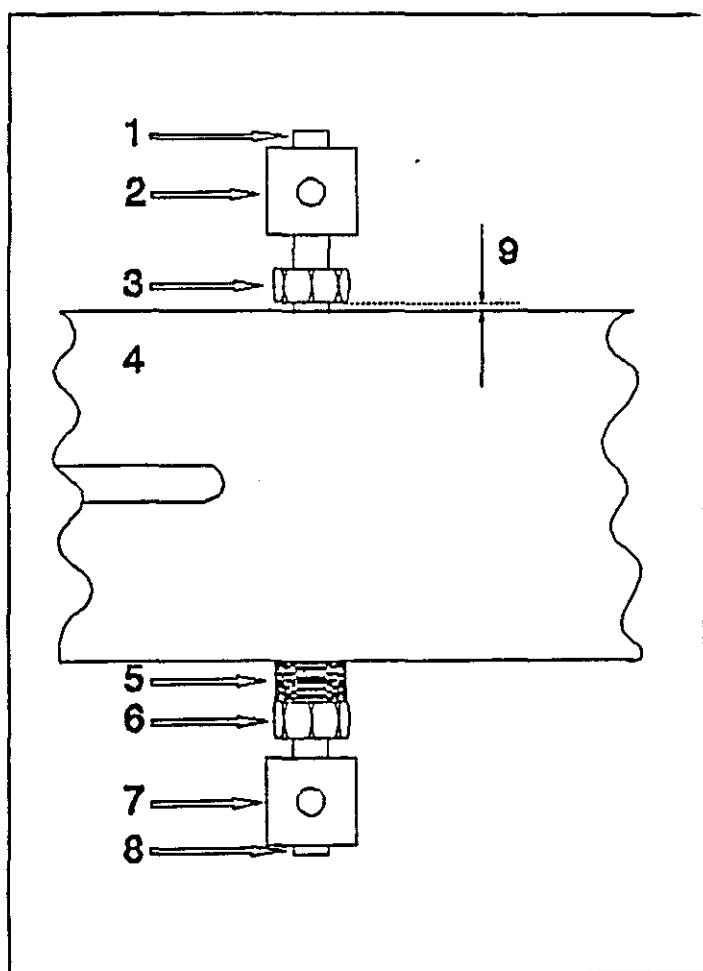

Fig 4 Injustering av drivenheten
- Kontrollera regelbundet låsskruv (1 och 8) i fig 4.
- Droppa en droppe olja regelbundet på fjäderpaketet (5) samt vid inre ställskruv (3) i fig 4.